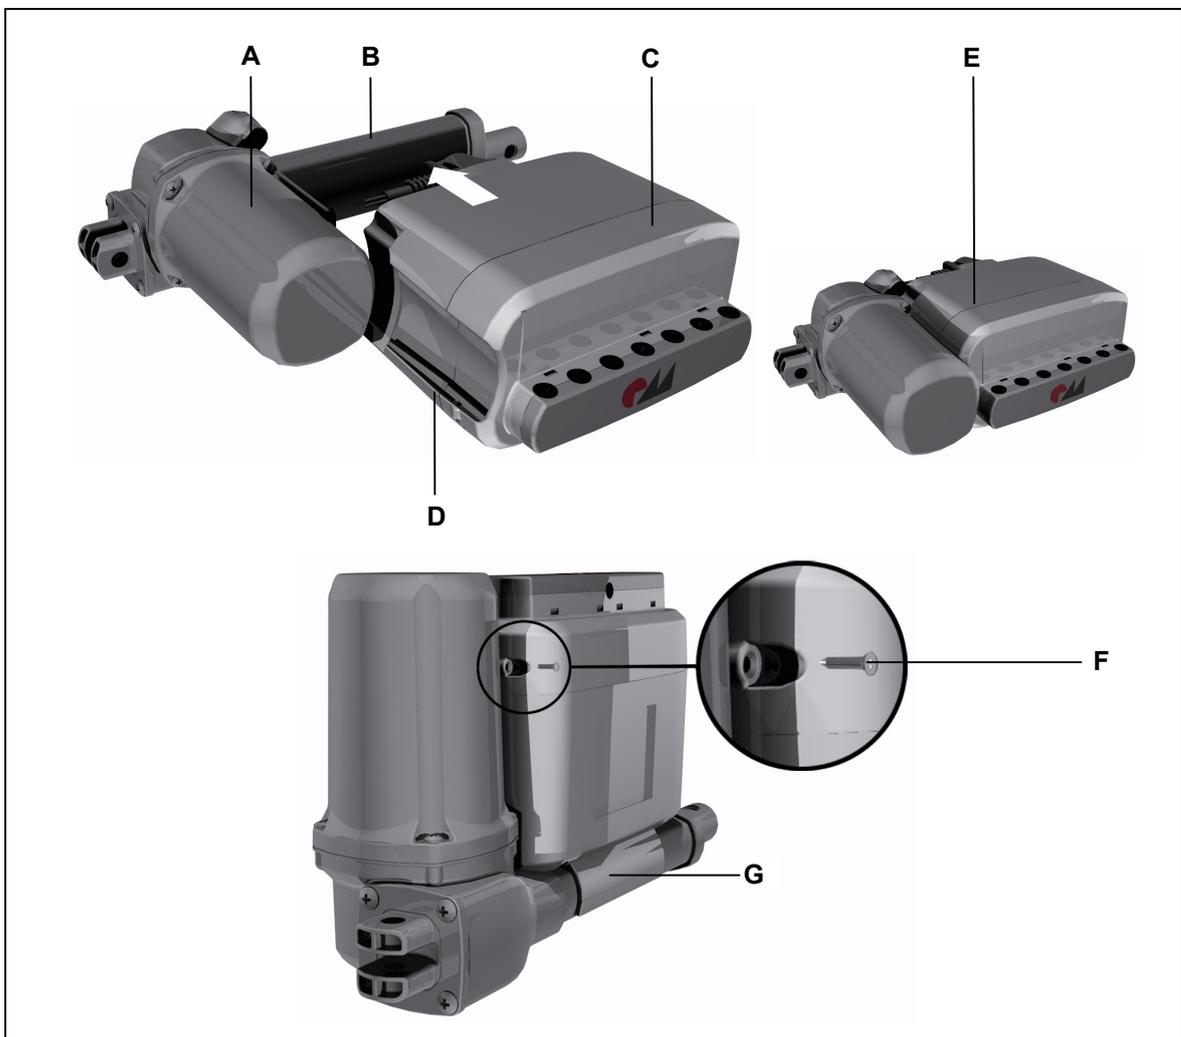

Abbildung 9 Montage der Steuerung MC11
- 1 Schieben Sie den Antrieb MEGAMAT MLZ in die Führungsnut (D), bis die Flanschführung (B) in der Aufnahme (G) einrastet.
- 2 Für einen sicheren Halt können Sie den Antrieb MEGAMAT MLZ fest mit der Steuerung MC11 verbinden. Schrauben Sie dazu die Befestigungsschraube (F) ein, wie in Abbildung 9 gezeigt. Verwenden Sie dazu eine Befestigungsschraube mit den Maßen 3,5 mm x 13 mm (ISO 7049-ST).
- 4 Schrauben Sie die Befestigungsschraube heraus, wie in Abbildung 9 gezeigt.